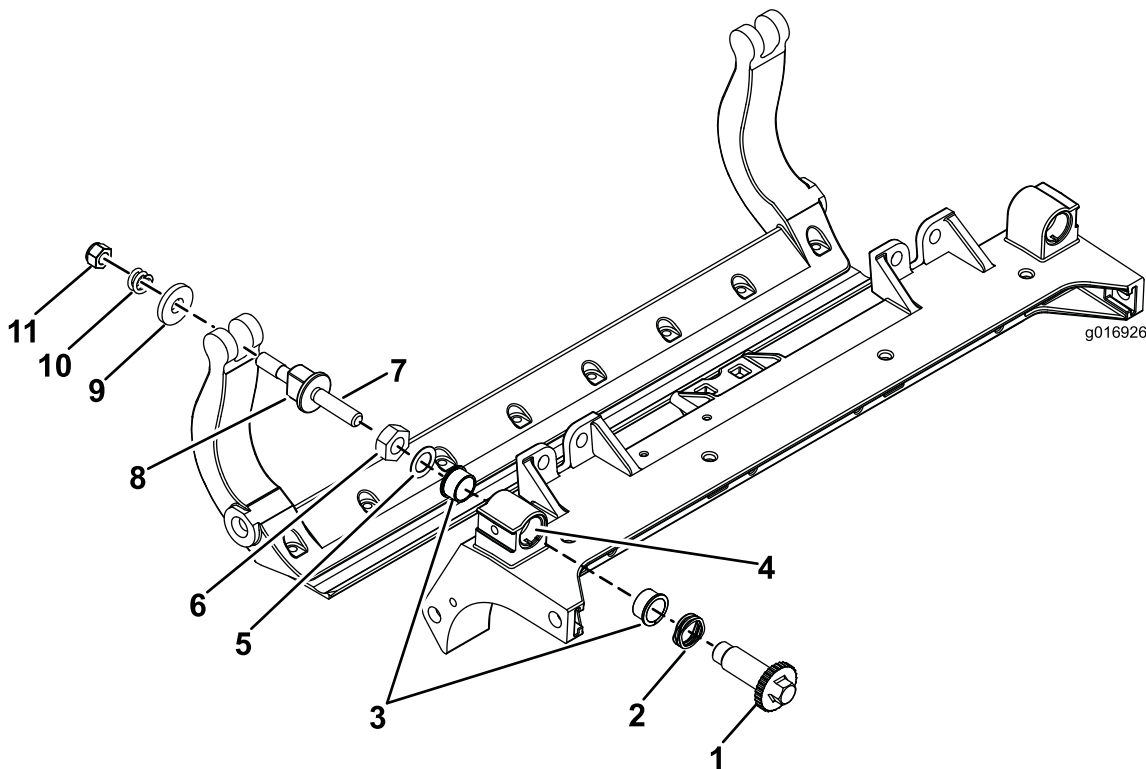

图 37
- 1. 拆除所有零件请参阅 HD DPA 套件 安装说明和 图 37。
- 2. 将防粘剂涂抹到滚刀组中心机架图 37 的轴套区内侧。
- 3. 将凸缘轴套上的键与机架的槽对准然后安装轴套图 37。
- 4. 将一个波形垫圈安装到调节器轴上然后将调节器轴滑入滚刀组机架中的凸缘轴套内图 37。
- 5. 使用扁平垫圈和锁紧螺母固定调节器轴图 37。
- 12. 在两个尼龙垫圈的外侧各放一个钢垫圈图 37。
注意 内侧的垫圈可能有空隙图 37。
- 15. 旋紧每个底刀架调节器总成上的螺母直到加压弹簧完全压缩然后往回松开 ½ 圈图 37。